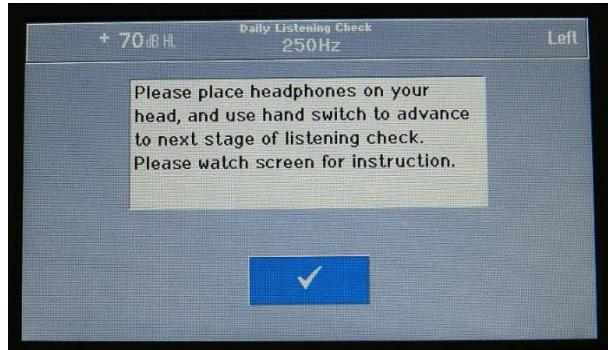
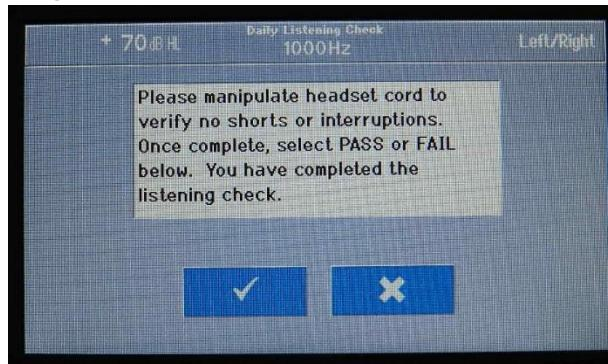

Imagen 34
Imagen 37
2. La comprobación de escucha diaria real se realiza en el RA660. Vaya al RA660 que se está probando y siga las instrucciones en la pantalla del RA660 (Imagen 34 a Imagen 37).